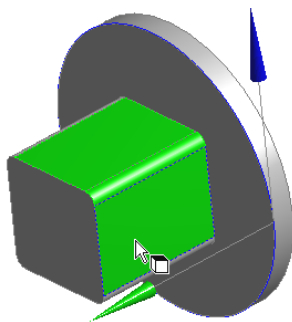

图 2-57 选中生成面体的面
- 步骤 02** 单击鼠标选择如图 2-57 所示的面，在参数设置列表中单击 **Apply** 按钮，此时选中的面呈绿色显示。